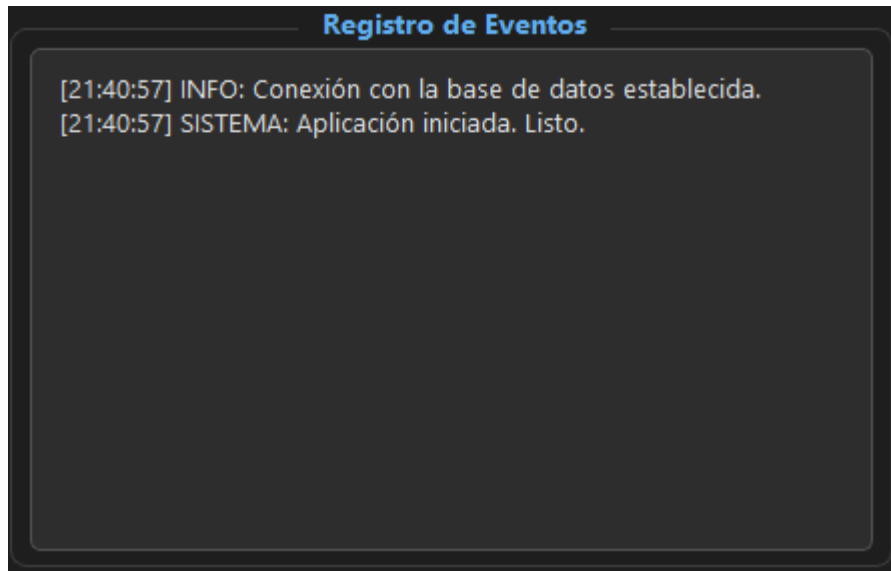

Imagen 4: Cuadro Registro de Eventos
1. **Registro de Eventos:** Revise el cuadro de texto "Registro de eventos" , *Imagen 4*, situado en la parte inferior izquierda de la ventana comunicación PLC. Ahí se mostrarán todo lo que se esté haciendo y los posibles errores que puedan saltar.